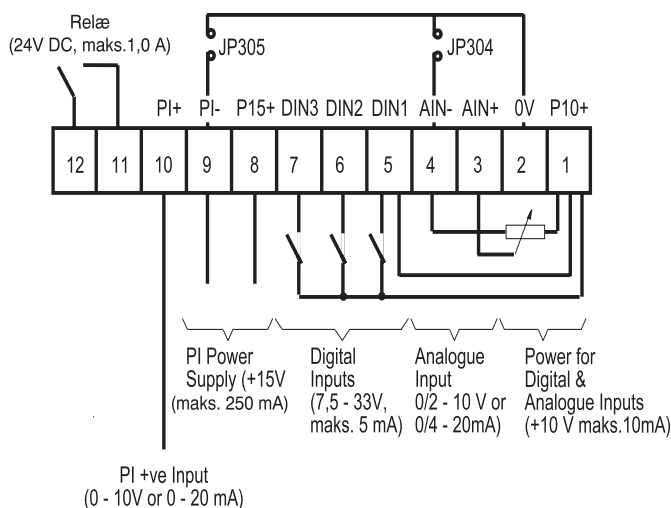

Fig. 3: Styreterminalforbindelser
Før netkablet ind i frekvensomformereren via pakningshul (se fig. 1). Tilslut styrekablets ledninger som vist på fig. 3 og 4 (se også fig.1).
Bemærk det valgfrie potentiometer, der er monteret som et analogt indstillingspunkt (se fig. 3), forudsætter at kortslutningsbøjle JP304 forbinder 0V (ben 2) til AIN- (ben 4). Desuden kan P15+ anvendes som alternativ til P10+ for digitalt input.
- Tilslut et 4.7 kW potentiometer til styreterminalerne som vist på fig. 3 eller påfør et 0 - 10 V signalmellem ben 2 (0V) og ben 3 (AIN+). I begge tilfælde anbringes kortslutningsbøjle JP304 så den forbinder 0V til AIN-.